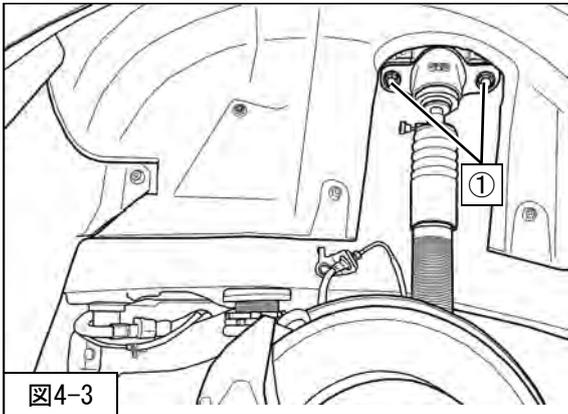

図4-3
①リアショックアブソーバASSYアッパー取付ボルト (締付トルク: 60N・m) を取付けてください。(図4-3)